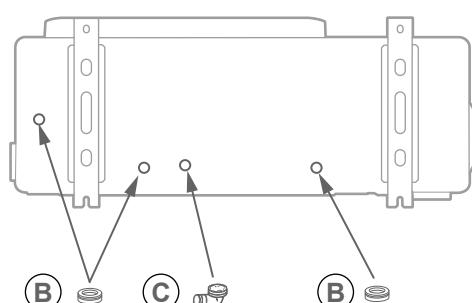

fig. 18 - Pose de l'unité extérieure, évacuation des condensats
• En fonctionnement, de l'eau peut s'évacuer de l'unité extérieure. Ne pas installer l'appareil sur une terrasse, mais préférer un endroit drainé (lit de graviers ou sable). Si l'installation est réalisée dans une région où la température peut être inférieure à 0°C pendant une longue période, vérifier que la présence de glace ne présente aucun danger. Il est aussi possible de raccorder un tuyau d'évacuation sur le bac de récupération de condensats (option) ("Fig. 18 page 17").